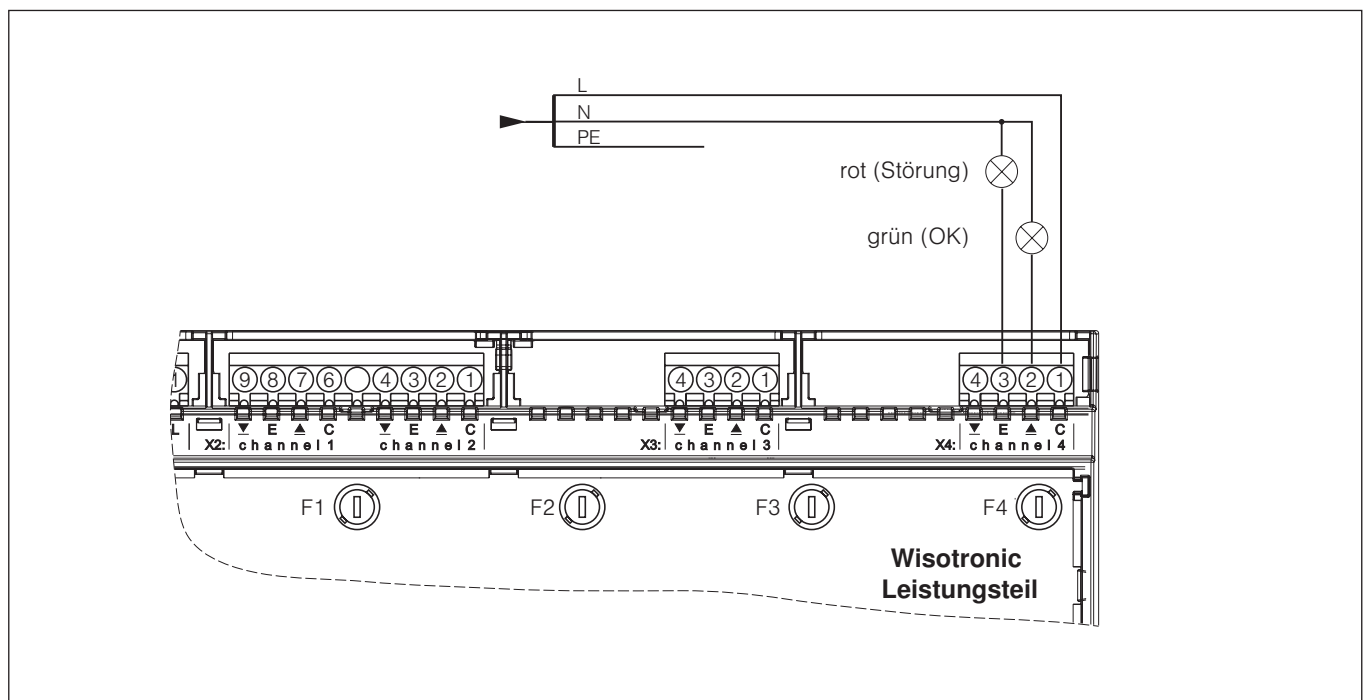

Abb. 25 Anschluss Störmeldekontakt
6.3.8 Störmeldekontakt	Abb. 25 auf Seite 45